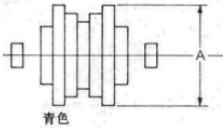
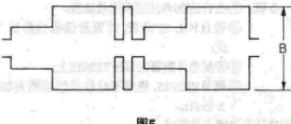

图4
图5
- 步骤: ①将PAL制彩条信号输入录像机;
②将系统开关置于“AUTO”位置;
③将寻迹两端连接到TP503(HOT)和TP504(GND);
④用跨接线连接P502-2和GND(地)(磁头放大器电路板);
⑤推入空白磁带,置录像机于记录模式;
⑥调VR8001(PAL),使色度电平为32±3mVp-p,如图4所示;
⑦将3.58NTSC制彩条信号输入录像机;
⑧调VR8010(3.58NTSC),使色度电平为44±3mVp-p,如图4所示;
⑨将SECAM制彩条信号输入录像机;
⑩置系统开关为“SECAM”方式;
⑪调VR8003(SECAM),使色度电平为32±3mVp-p,如图5所示。